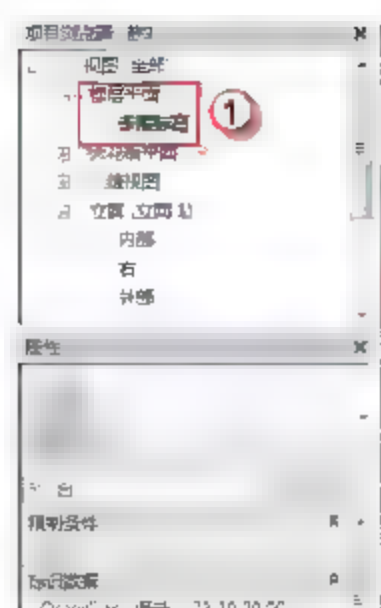
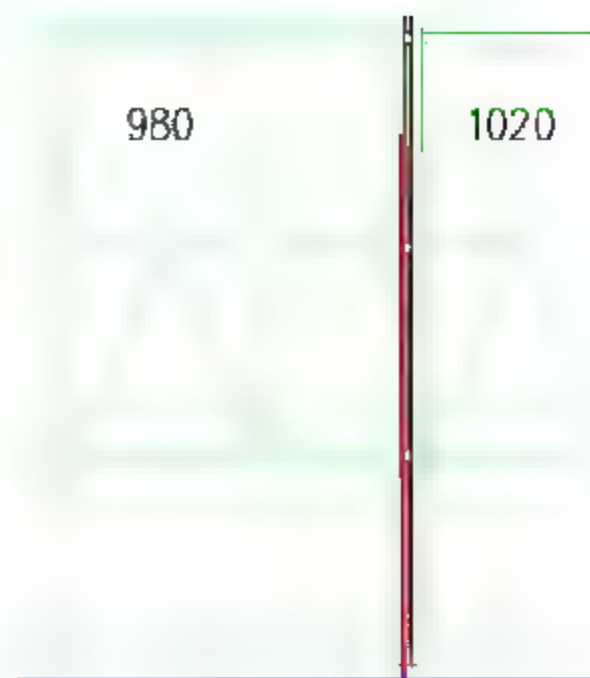

图 7.2.38 旋转 CAD 图
图 7.2.39 调整转角处 CAD 位置
- (13) 绘制转角后的幕墙窗户。选择“项目浏览器”中的“楼层平面”→“参照标高”选项，进入幕墙的参照标高视图，选择绿色的 CAD 图元，按快捷键 R+O 将其顺时针旋转 90°，如图 7.2.38 所示。然后将 CAD 图形移动至绘制好的幕墙的右侧，选择“项目浏览器”中的“立面（立面 1）”→“左”选项，进入 MQ7196 的左部立面视图，将 CAD 图调整到如图 7.2.39 所示位置。